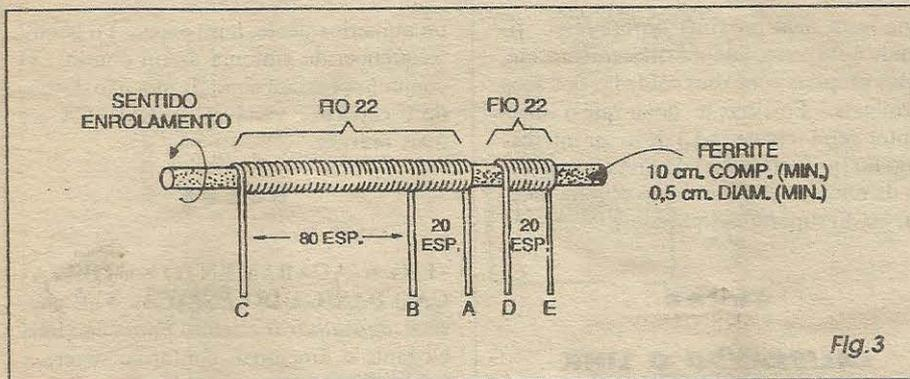
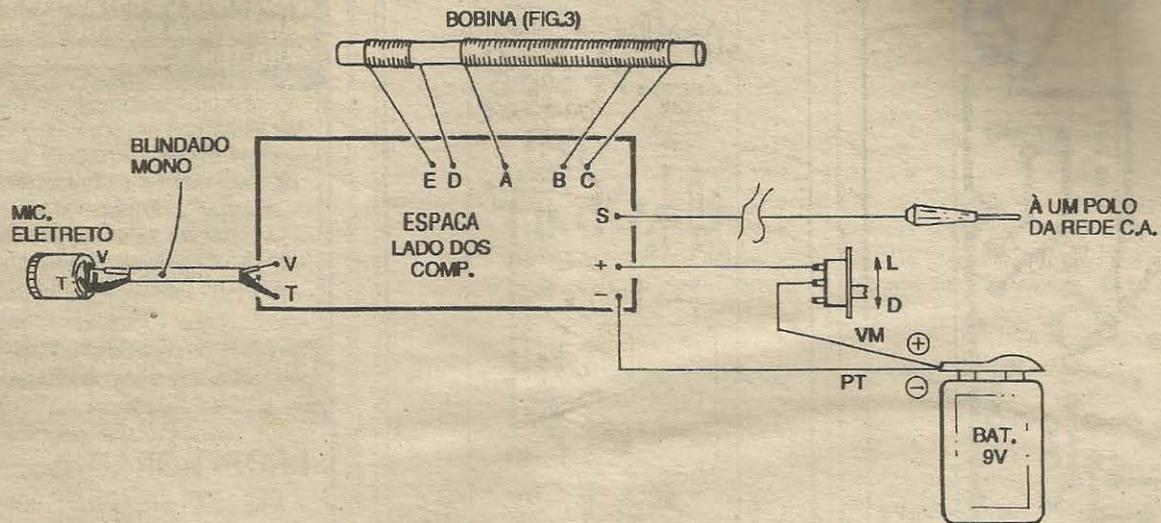

Fig. 3
Fig. 5
- FIG. 3 - CONFECCIONANDO A BOBINA DO ESPAÇA... - O diagrama detalha a construção (muito fácil...) da bobina de sintonia/oscilação do circuito... A partir de um bastião/núcleo, com medidas mínimas em torno de 10,0 cm. de comprimento por 0,5 cm. de diâmetro (pequenas variações nessas medidas não terão muita importância, já que a presença do capaci-
**- FIG. 5 - CONEXÕES EXTERNAS À PLACA** - No diagrama, o impresso continua visto pela sua face não cobreada, porém agora mostrando especificamente as ligações e componentes que ficam *fora* da placa... Embora todas muito simples, exigem uma certa atenção: a polaridade da alimentação, sempre com o fio **vermelho** indicando o **positivo** (ao ponto (+) da placa...) e o fio **preto** codificando o **negativo** (ao ponto (-) da placa...), a identificação dos terminais **vivo (V)** e **terra (T)** do microfone de eletreto, e suas respectivas ligações aos pontos **V-T** da placa, via cabo blindado mono, curto (no qual o condutor central representa o **vivo**, enquanto que a malha indica o **terra**...). O fio de saída (ponto **S**) vai ao plugue *banana* para conexão a um dos polos da tomada C.A., conforme detalhes mais adiante... O principal ponto a ser observado nas conexões externas, contudo, refere-se às ligações da bobina (rever **FIG. 3**), cuja identificação de terminais deve ser rigorosamente respeitada quanto aos fios **A-B-C-D-E-F** e correspondentes pontos da placa... É importante que a fiação entre bobina e placa fique tão curta quanto o permitirem as soldagens e acomodações gerais, de modo que a bo-